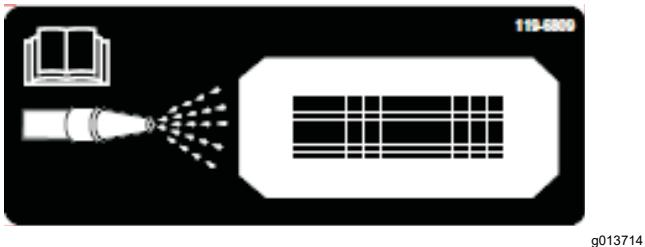
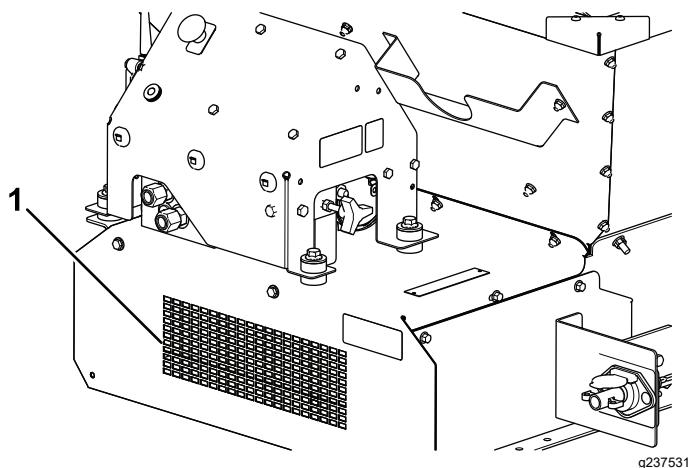

Figure 61
Figure 62
11. Trouvez l'autocollant de nettoyage sur l'avant de la machine (Figure 61) et arrosez au tuyau d'arrosage à travers la grille de protection avant jusqu'à ce que toute trace de matériau soit éliminée du panneau inférieur (Figure 62).